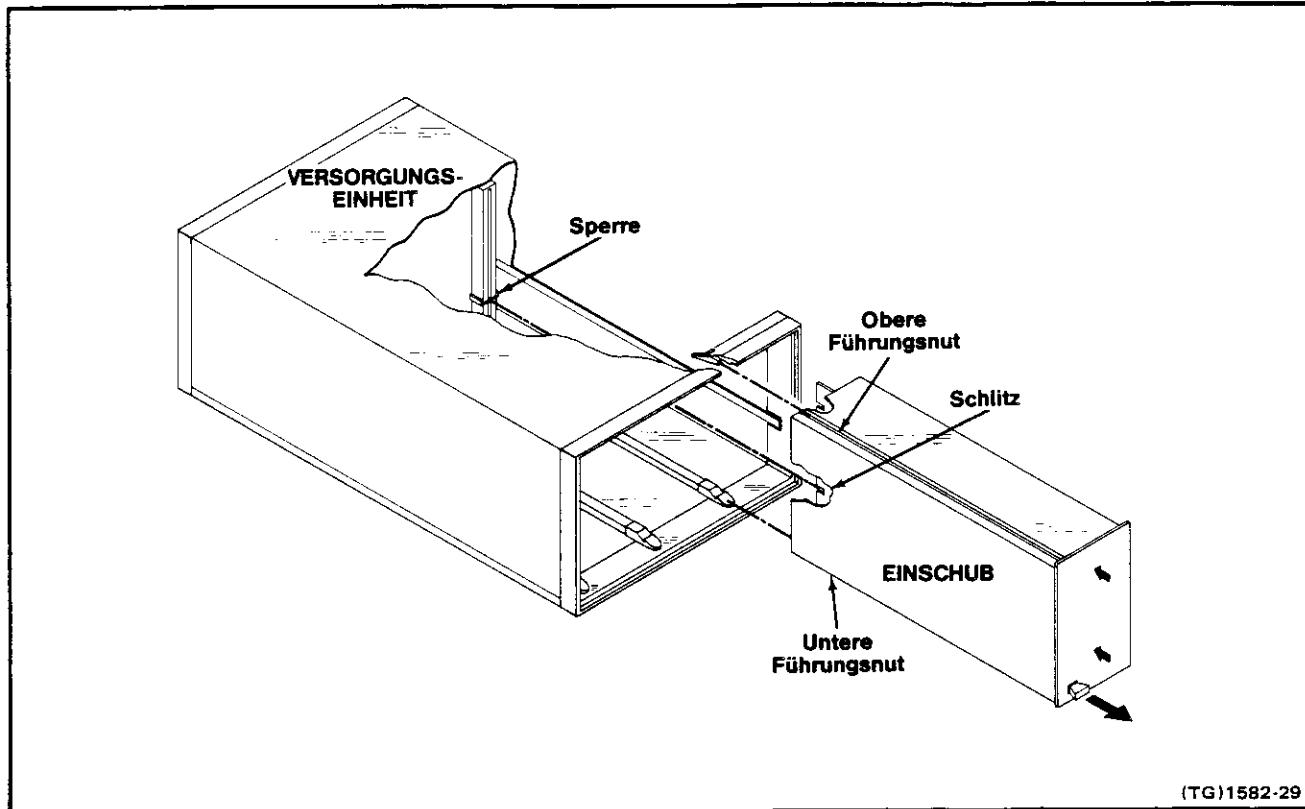

Abb. 1-1. Ein- und Ausbau des Einschubs.
*Beziehen Sie sich auf Abb. 1-1 und überprüfen Sie, ob die Plastikisolierstege auf der Steckverbindungsleiste in der gewählten Vorsorgungseinheit mit den Ausschnitten aus der Platinenkontaktleiste des AM 502 übereinstimmen.*